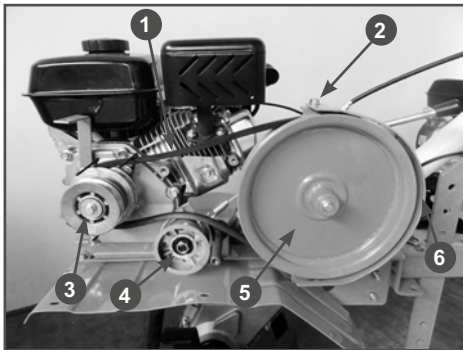

Рис. 30 Замена ремня привода
2. Открутите верхний болт 2 крепления ограничительной пластины и отогните пластину 6 в сторону сошника (Рис. 30).
4. Снимите ремень 1 со шкивов вала двигателя 3 и коробки передач 5 (Рис.30).
2. Открутите верхний болт 2 крепления ограничительной пластины ремня и отогните пластину 6 в сторону сошника (Рис.30).